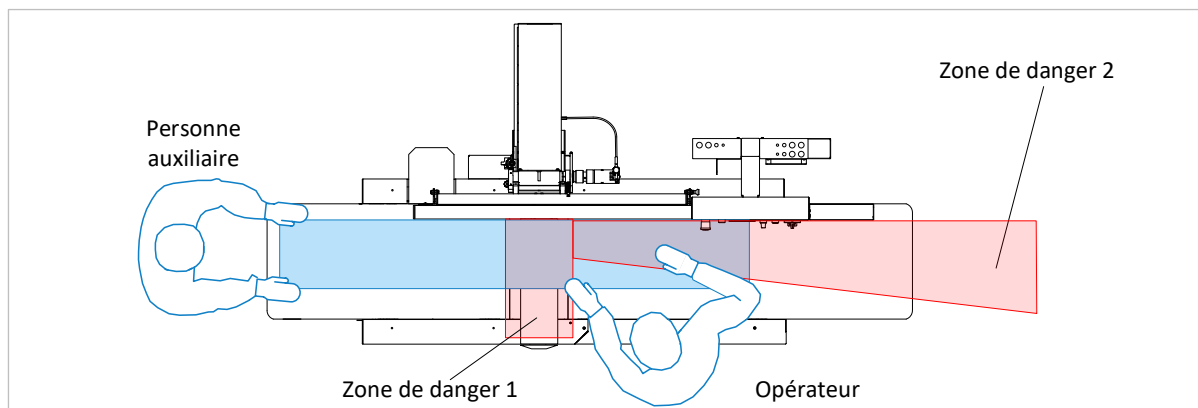

Figure 2 : zones de danger
- Lors du dégauchissage, l'opérateur de la machine doit généralement se tenir devant la table de dégauchissage, à droite de l'arbre porte-lames resp. du dispositif de protection du rabot. Il est interdit de pénétrer dans la zone dangereuse 2 indiquée sur la ⇒ Figure 2 lorsque l'arbre porte-lames est en marche.